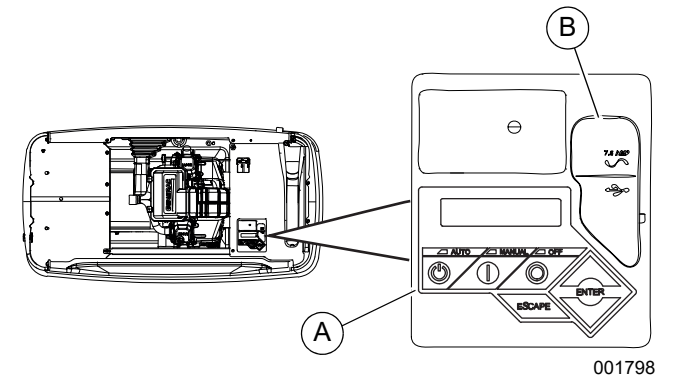

Figura 3-8. Painel de controle do gerador
Consulte Figura 3-8. A interface do painel de controle (A) está localizada sob a tampa do gabinete. Verifique se as travas laterais esquerda e direita estão desbloqueadas antes de tentar levantar a tampa do compartimento. Abra a tampa conforme indicado em Como abrir a tampa.